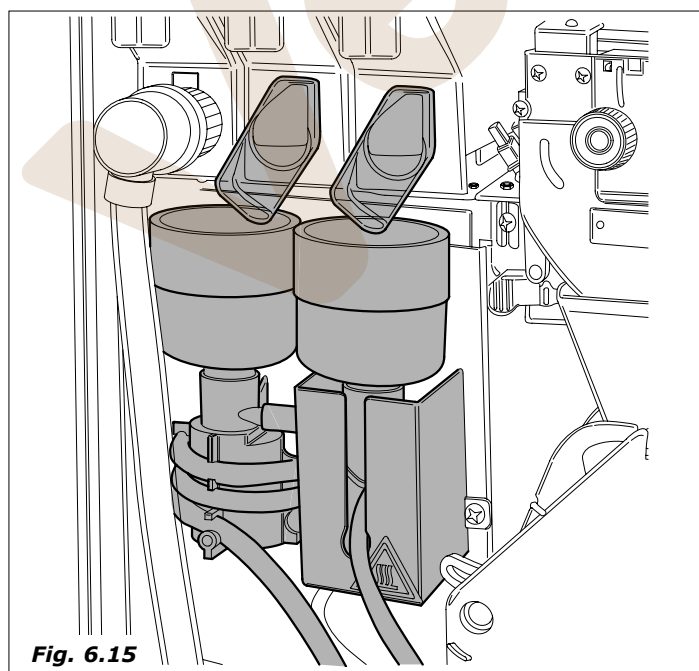

Fig. 6.15
- al completar la carga de agua, realizar un lavado de todas las batidoras para limpiar todos los conductos y eliminar eventuales residuos en la caldera (Fig. 6.15).